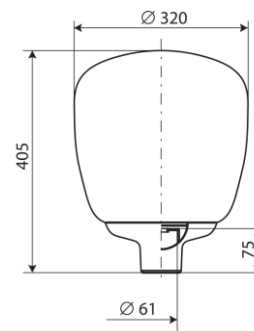

Рисунок 1
2.1 Светильники торшерные серии ЖТУ/ГТУ/РТУ/НТУ06 «Икар» (рисунок 1) предназначены для функционально-декоративного освещения парков, скверов, бульваров, зон отдыха, территорий микрорайонов, коттеджных поселков.